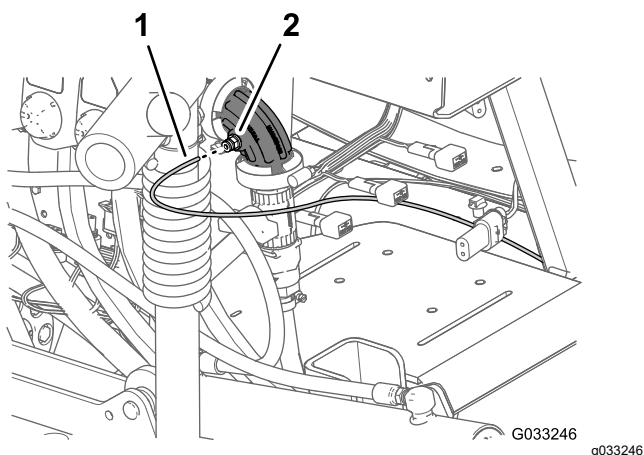
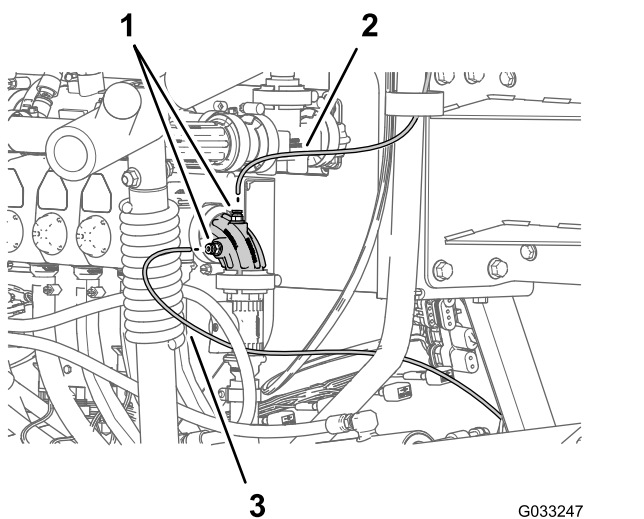

Figura 121
Figura 122
1. Alinee el extremo del tubo del sensor de presión (plástico) del indicador de presión del panel de instrumentos con el anillo de bloqueo del acoplamiento del tubo (Figura 121 y Figura 122).
2. Inserte el tubo del sensor en el anillo de bloqueo hasta que el tubo esté correctamente asentado (Figura 121 y Figura 122).